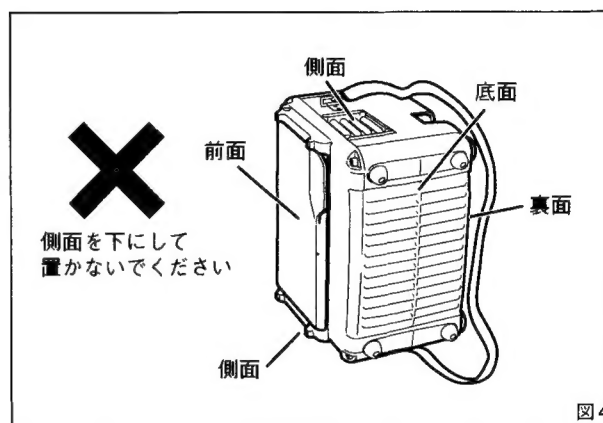

図 4
- コントローラの側面を下にして置かないでください。コントローラの過熱や泥水などが侵入しやすくなり、故障や事故などの原因となります。(図4)